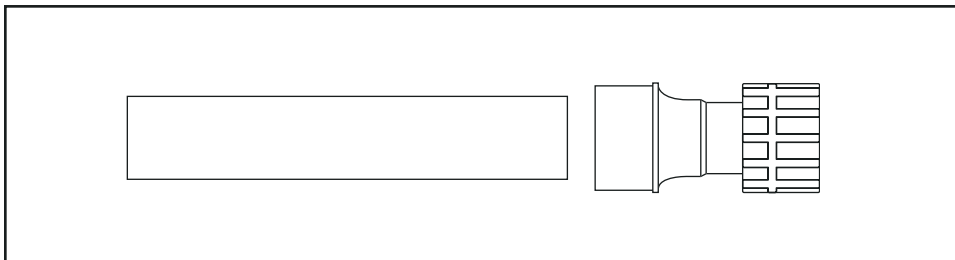

Figura 1: Collegamento del tubo in PVC all'adattatore scorrevole
6. Assicurarsi che un raccordo maschio (D) da 25mm (non in dotazione) sia collegato all'estremità della linea di alimentazione del nebulizzatore.
7. Collegare il collettore (E) alla linea di alimentazione del nebulizzatore, utilizzando il collegamento di raccordo.
8. Controllare i collegamenti del collettore (F) fissati su ogni valvola.
9. Selezionare gli adattatori appropriati per il sistema del nebulizzatore e collegarli all'estremità della valvola filettata (G):
- Viene utilizzato un adattatore scorrevole in PVC da 19 mm come inserto scorrevole femmina per un tubo da 19 mm in PVC. [vedi figura 1]